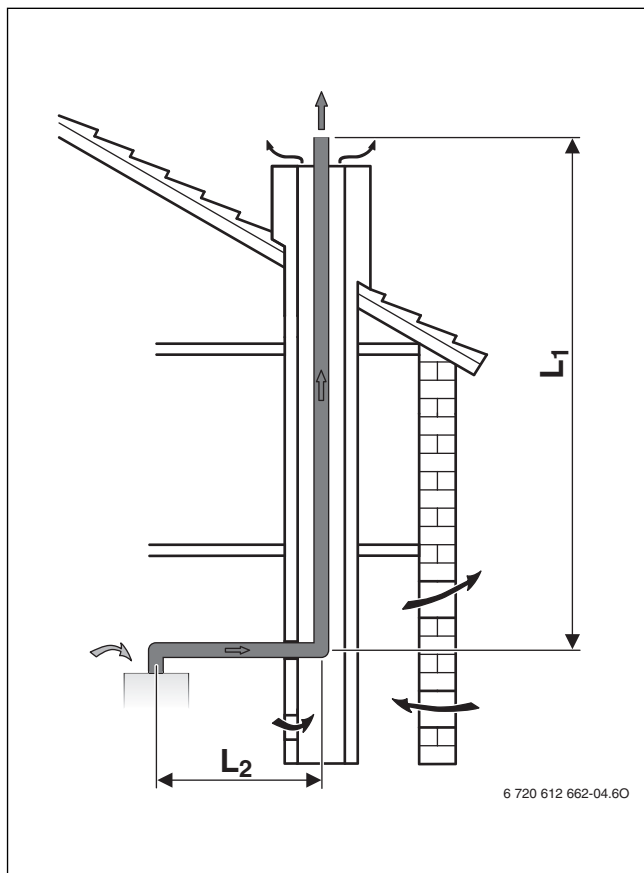

Fig. 7 Ghidarea gazelor arse în puț conform B₂₃
- În cazul în care ghidarea gazelor arse se realizează într-un puț cu aerisire posterioară (→ Fig. 7, 8 și 10), nu este necesară nicio curățare.